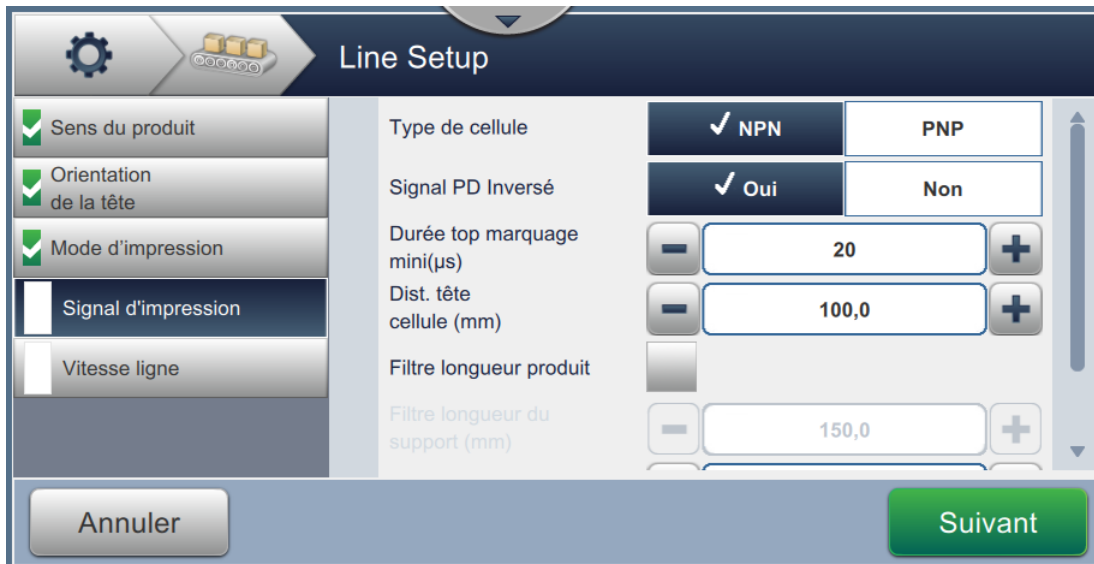

Figure 6-33 : Configuration de ligne - Signal d'impression
1. Appuyez sur l'option *Signal d'impression* dans l'écran Paramètres de configuration de ligne comme illustré dans la Figure 6-33.